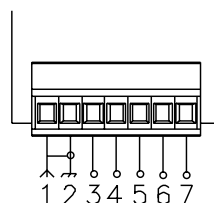

FIG.2
- realizar la conexión a la caja de bornes respetando las indicaciones de fig. 2;